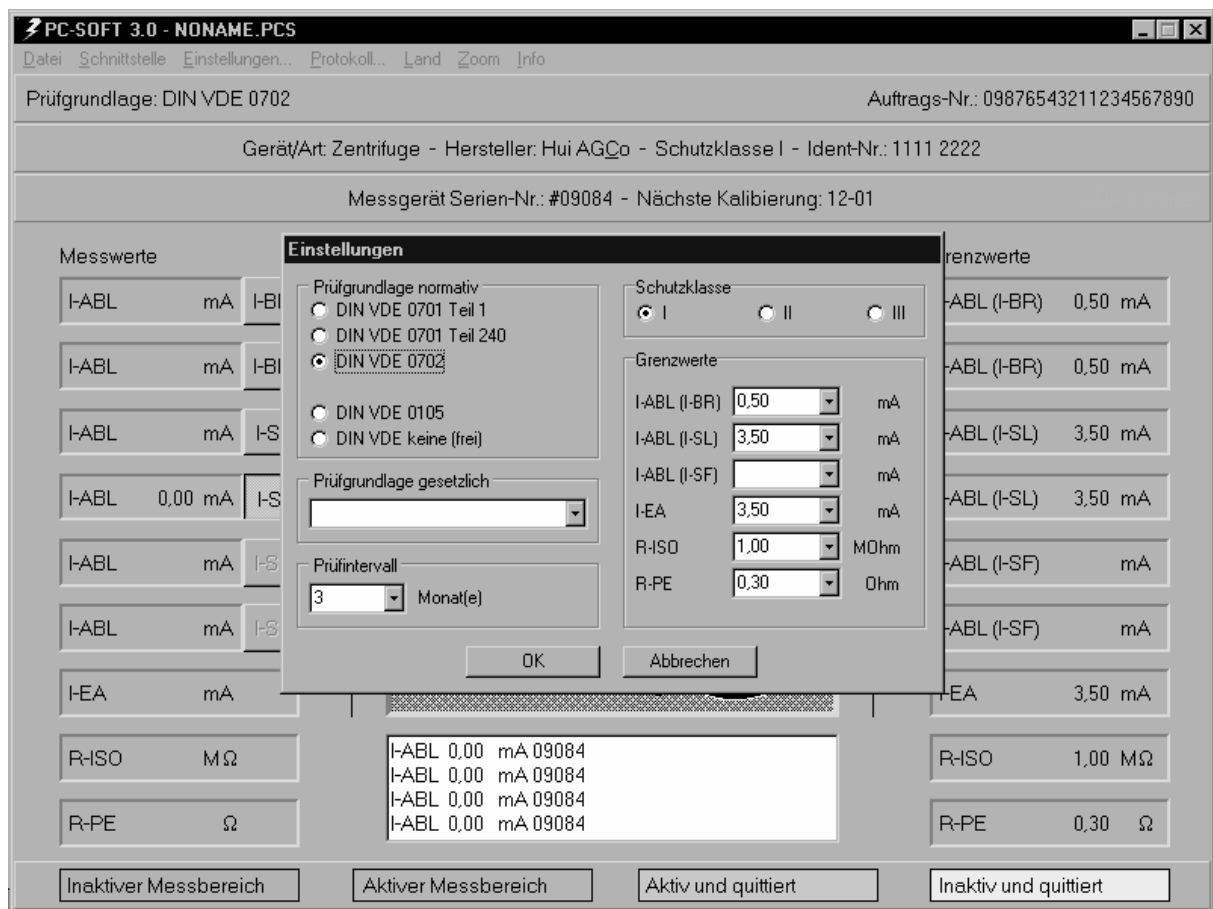

Abb. 5 Haupt-Menü / Einstellung von Prüfvorschrift, Schutzklasse, Prüfintervall, Grenzwerte (veränderbar)
5.1 Auswahl der Prüfnorm – siehe Punkt 4.3 – Abb.5.**5.2 Durchführung der einzelnen Prüfungen**